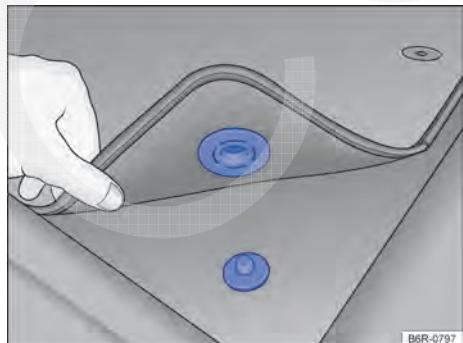

Fig. 22 Tapete dianteiro do lado do condutor com fixação no pino do carpete.
- ✓ Acomodar bem o tapete na área para os pés do lado do condutor de modo que não obstrua a área dos pedais. Dependendo da versão do veículo, o tapete dianteiro do lado do condutor pode ter fixação no pino do carpete → Fig. 22.